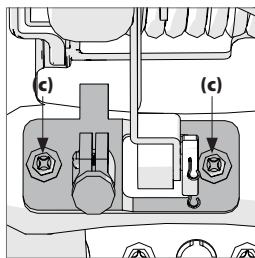

Fig. 7
- Allentare le due viti. (**Fig. 7, c**)